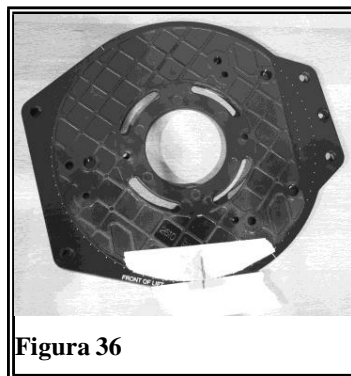

Figura 36
4. Centrare la piastra della fresatrice nella piastra senza fori, allineando i due segni fatti nel passo 1 (Figura 36). Aiutarsi con i cerchi incisi nella piastra senza fori.